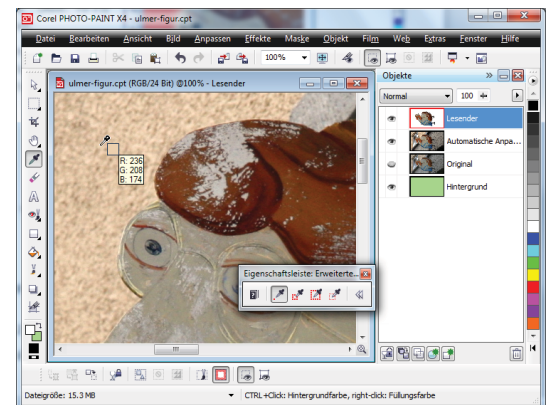

Abb. 10-75: Neue Hintergrundfarbe aus dem Bild entnehmen
- Figur mit weicher Kontur ausgewählt ► SL MASKE/OBJEKT | ERSTELLT EIN OBJEKT DURCH KOPIEREN DER AKTUELLEN AUSWAHL ► eine neue Ebene (Abb. 10-75) entsteht, die in *Lesender* umbenannt wird. ► Ebene ausblenden.
- Aus dem Bild auf der Ebene *Automatische Anpassung* mit dem HM PIPETTE eine Farbe entnehmen, die gut mit der freigestellten Figur harmonisiert (Abb.10-75). = VORDERGRUNDFARBE ► Vordergrund- und Hintergrundfarbe tauschen ► Hintergrund mit neuer Farbe erstellen.